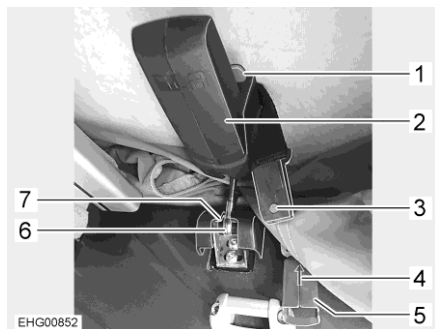

Bild 37 Lås, uppfällbart tak, bak
- Sätt i bulten (Bild 37,6) i fästet (Bild 37,7).
- Tryck det svarta handtaget (märkt SCA) (Bild 37,2) uppåt.
- Tryck den röda spaken (Bild 37, 1) nedåt. Detta låser det svarta handtaget (märkt SCA) (Bild 37,2).
- Stäng säkerhetslåset (Bild 37,5) på båda sidor. Sätt ihop de två delarna av säkerhetslåset och skjut dem över varandra i pilens riktning (Bild 37,4).